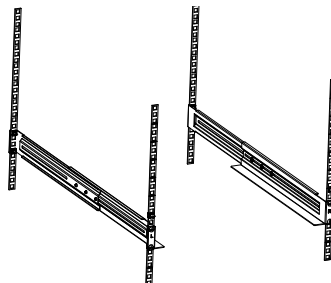

Рис. 5
2. Вставте зубчаті рейки для монтажу в стійку. (Рис. 5)